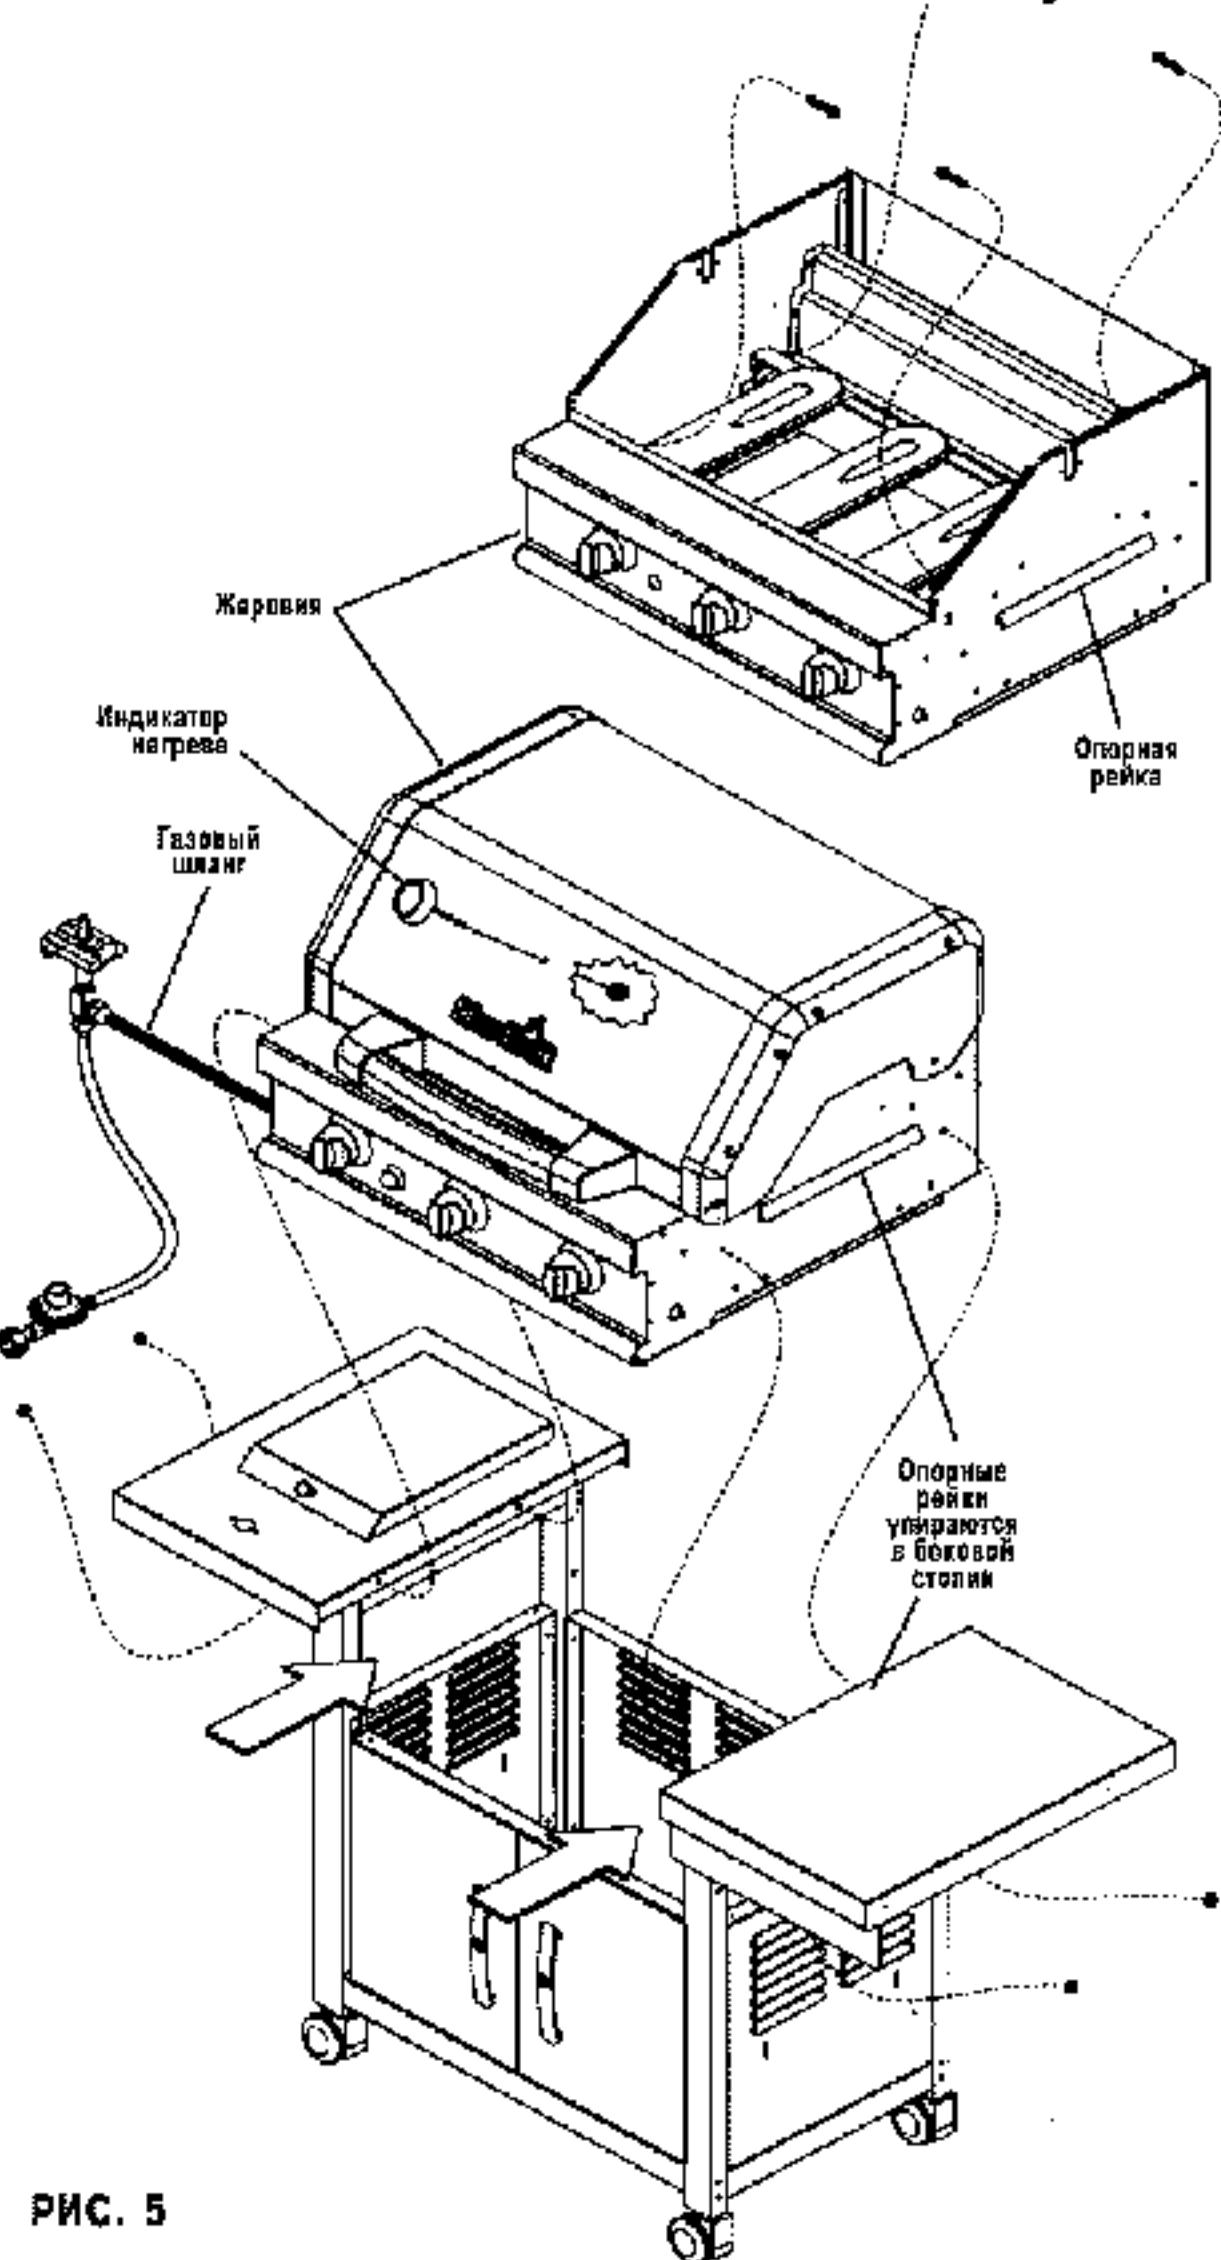

РИС. 5
13. Установку жаровни на тележку проще осуществлять спереди: для этого расположите опорные рейки жаровни на боковых столиках печи и переместите жаровню от себя. Соблюдайте осторожность, чтобы не поцарапать поверхность боковых столиков. Расположите жаровню таким образом, чтобы четыре отверстия, расположенные под опорной рейкой жаровни с левой и с правой стороны, совпадали с соответствующими отверстиями в боковых столиках и в планках установленных на ножках тележки. Поднимите крышку жаровни и установите в отверстия четыре винта $1/4x3/4''$ с крестообразным шлицем. Наденьте снаружи на винты гайки $1/4''$, но не закручивайте их до конца (см. рис. 5).